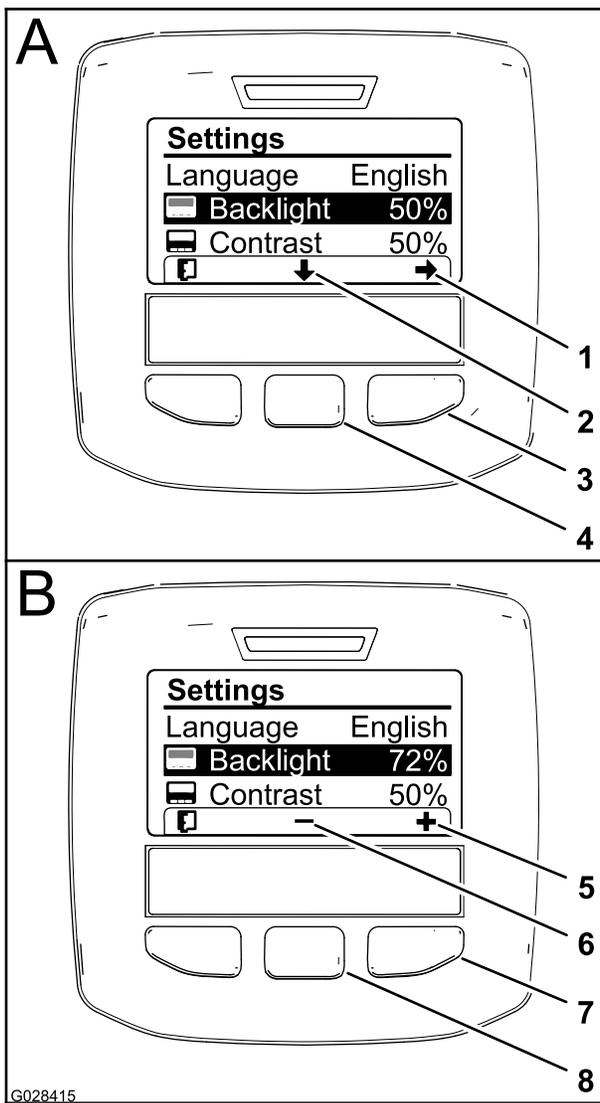

Figura 22
- Carregue no botão de seleção direito para mostrar o contexto do ajuste de valor (Figura 22).
- Utilize o botão de seleção central e o botão de seleção direito para alterar o nível de brilho do ecrã (Figura 22).
- Pressionando o botão de seleção central (o botão por baixo do ícone de lista no ecrã) vai guardar a sua seleção, sair do menu de brilho e regressar ao menu de definições (Figura 22).
- Para ajustar os níveis de contraste do ecrã, pressione o botão de seleção central (o botão por baixo do ícone de seta para baixo no ecrã) para se mover da opção selecionada para a definição de contraste (Figura 22).
- Pressionando o botão de seleção central (o botão por baixo do ícone de lista no ecrã) vai guardar a sua seleção, sair do menu de contraste e regressar ao menu de definições (Figura 22).
- Pressionando o botão de seleção esquerdo, sai do menu de definições e regressa ao menu principal (Figura 20 e Figura 22).
- Carregue no botão de seleção esquerdo para regressar ao menu principal (Figura 22).